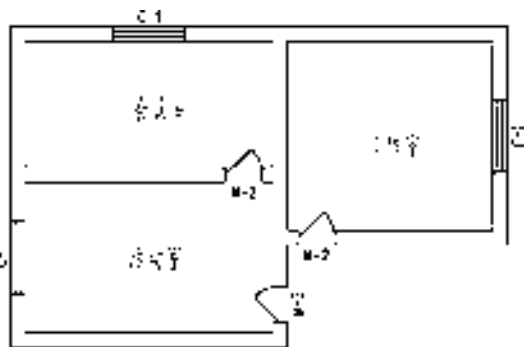

图 8-29 转角自纠的结果
4) 继续对其余天正文字执行转角自纠操作, 结果如图 8-29 所示。